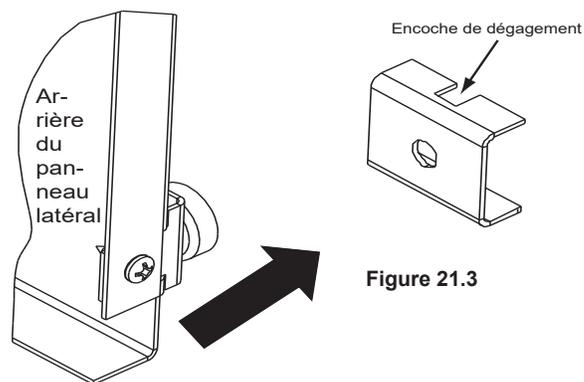

Figure 21.3
- Chaque pince possède une encoche de dégagement pour accorder de la place pour la fonte sur le foyer encastré. Placez les pinces de manière à ce que l'encoche fait face au bord extérieur de l'encadrement (**Figure 21.3**).